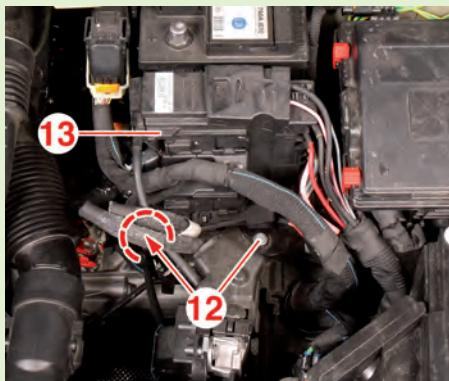

Fig.7
- Déposer les vis (12) à l'aide de la clé [1] (Fig.7).
- Écarter le boîtier BPGA (13).